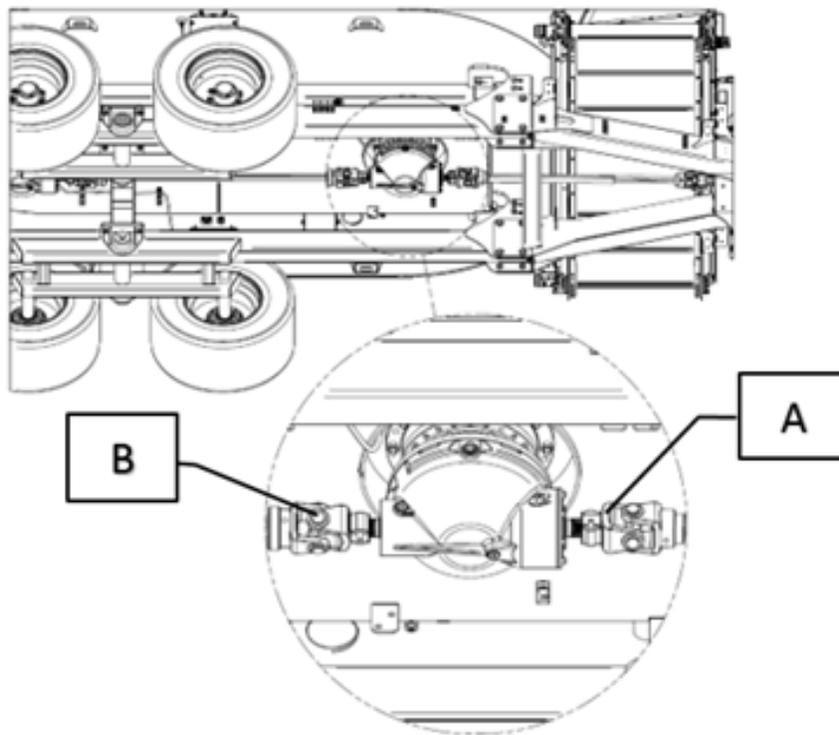

Figure 37 — Emplacement des limiteurs de couple à boulon de cisaillement sur les SMARTMIX à deux vis
Les SMARTMIX à deux vis possèdent deux sécurités par limiteur à boulon. Le premier limiteur est situé sur la transmission secondaire et permet de protéger les deux planétaires d'entraînement des vis de mélange (repère A, Figure 37). Le deuxième limiteur est situé après le premier boîtier d'entraînement de la vis arrière (repère B, Figure 37).
En cas de rupture du boulon de cisaillement de la vis avant (repère A, Figure 37) :
2. Retirez le morceau de boulon du limiteur (repère A, Figure 37).
En cas de rupture du boulon de cisaillement de la vis arrière (repère B, Figure 37) :
2. Retirez le morceau de boulon du limiteur (repère B, Figure 37).